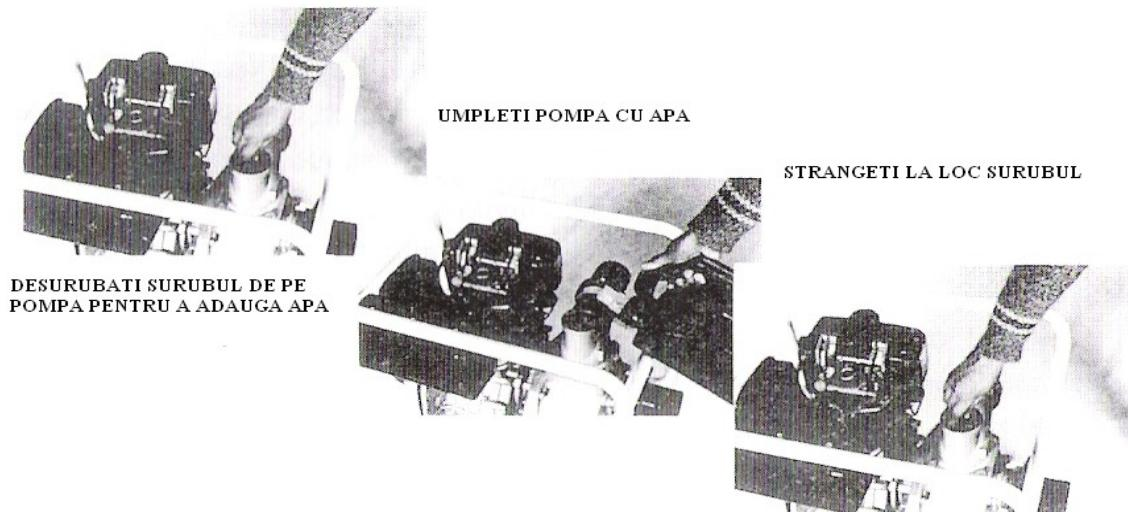

Fig 1
(1) Adaugati apa – cand porniti pompa pentru prima oara trebuie sa adaugati apa in pompa (Fig. 1).